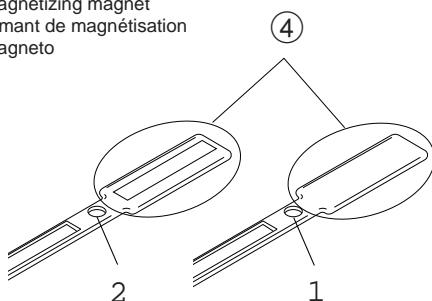

Fig. 3
- Rub the tire with this portion. (Fig. 3)
- Surface of the magnetizing magnet 1 (Magnetizing surface) (Fig. 3)
- Surface of the magnetizing magnet 2 (Magnetism removal surface) (Fig. 3)
- Do not reverse surfaces 1 and 2 of the magnetizing magnet. When the tire is rubbed with surfaces reversed, the polarity of the magnetism will be reversed resulting in incorrect operation of the sensor and leading to breakdown. (Fig. 3)
- Frotter le pneu avec cette partie. (Fig. 3)
- Surface de l'aimant de magnétisation 1 (Surface de magnétisation) (Fig. 3)
- Surface de l'aimant de magnétisation 2 (Surface de démagnétisation) (Fig. 3)
- Prendre soin d'utiliser la face de magnétisation appropriée 1 ou 2 et de ne pas changer de face en cours de magnétisation d'un secteur. La polarisation sera inversée sur cette zone et le système ne pourra fonctionner correctement. (Fig. 3)